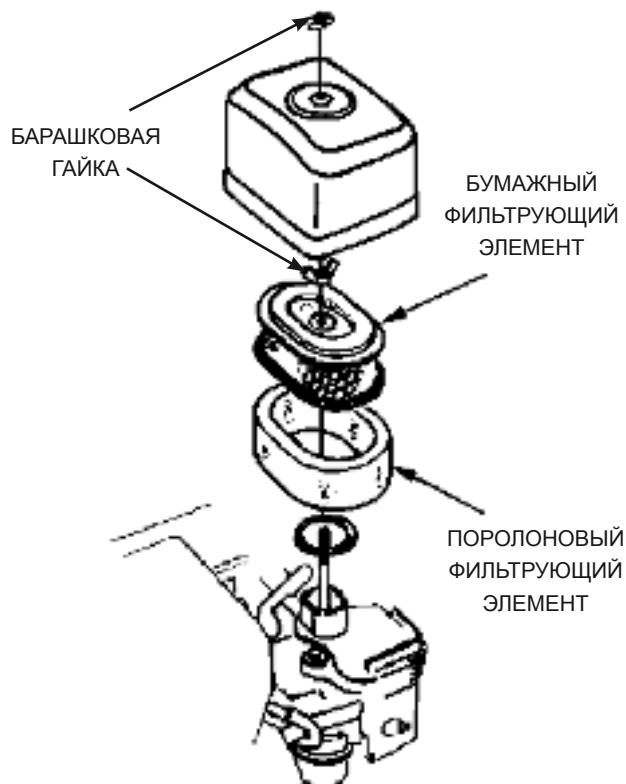

Рис.14
1. Открутить барабановые гайки и снять крышку воздушного фильтра и фильтр(Рис.14)